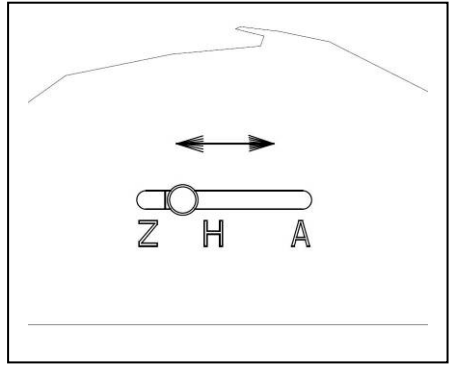

Fig. 3
Réglez ensuite la prise d'air primaire (voir fig. 3)
- ouvrir la prise d'air primaire (voir fig. 3)